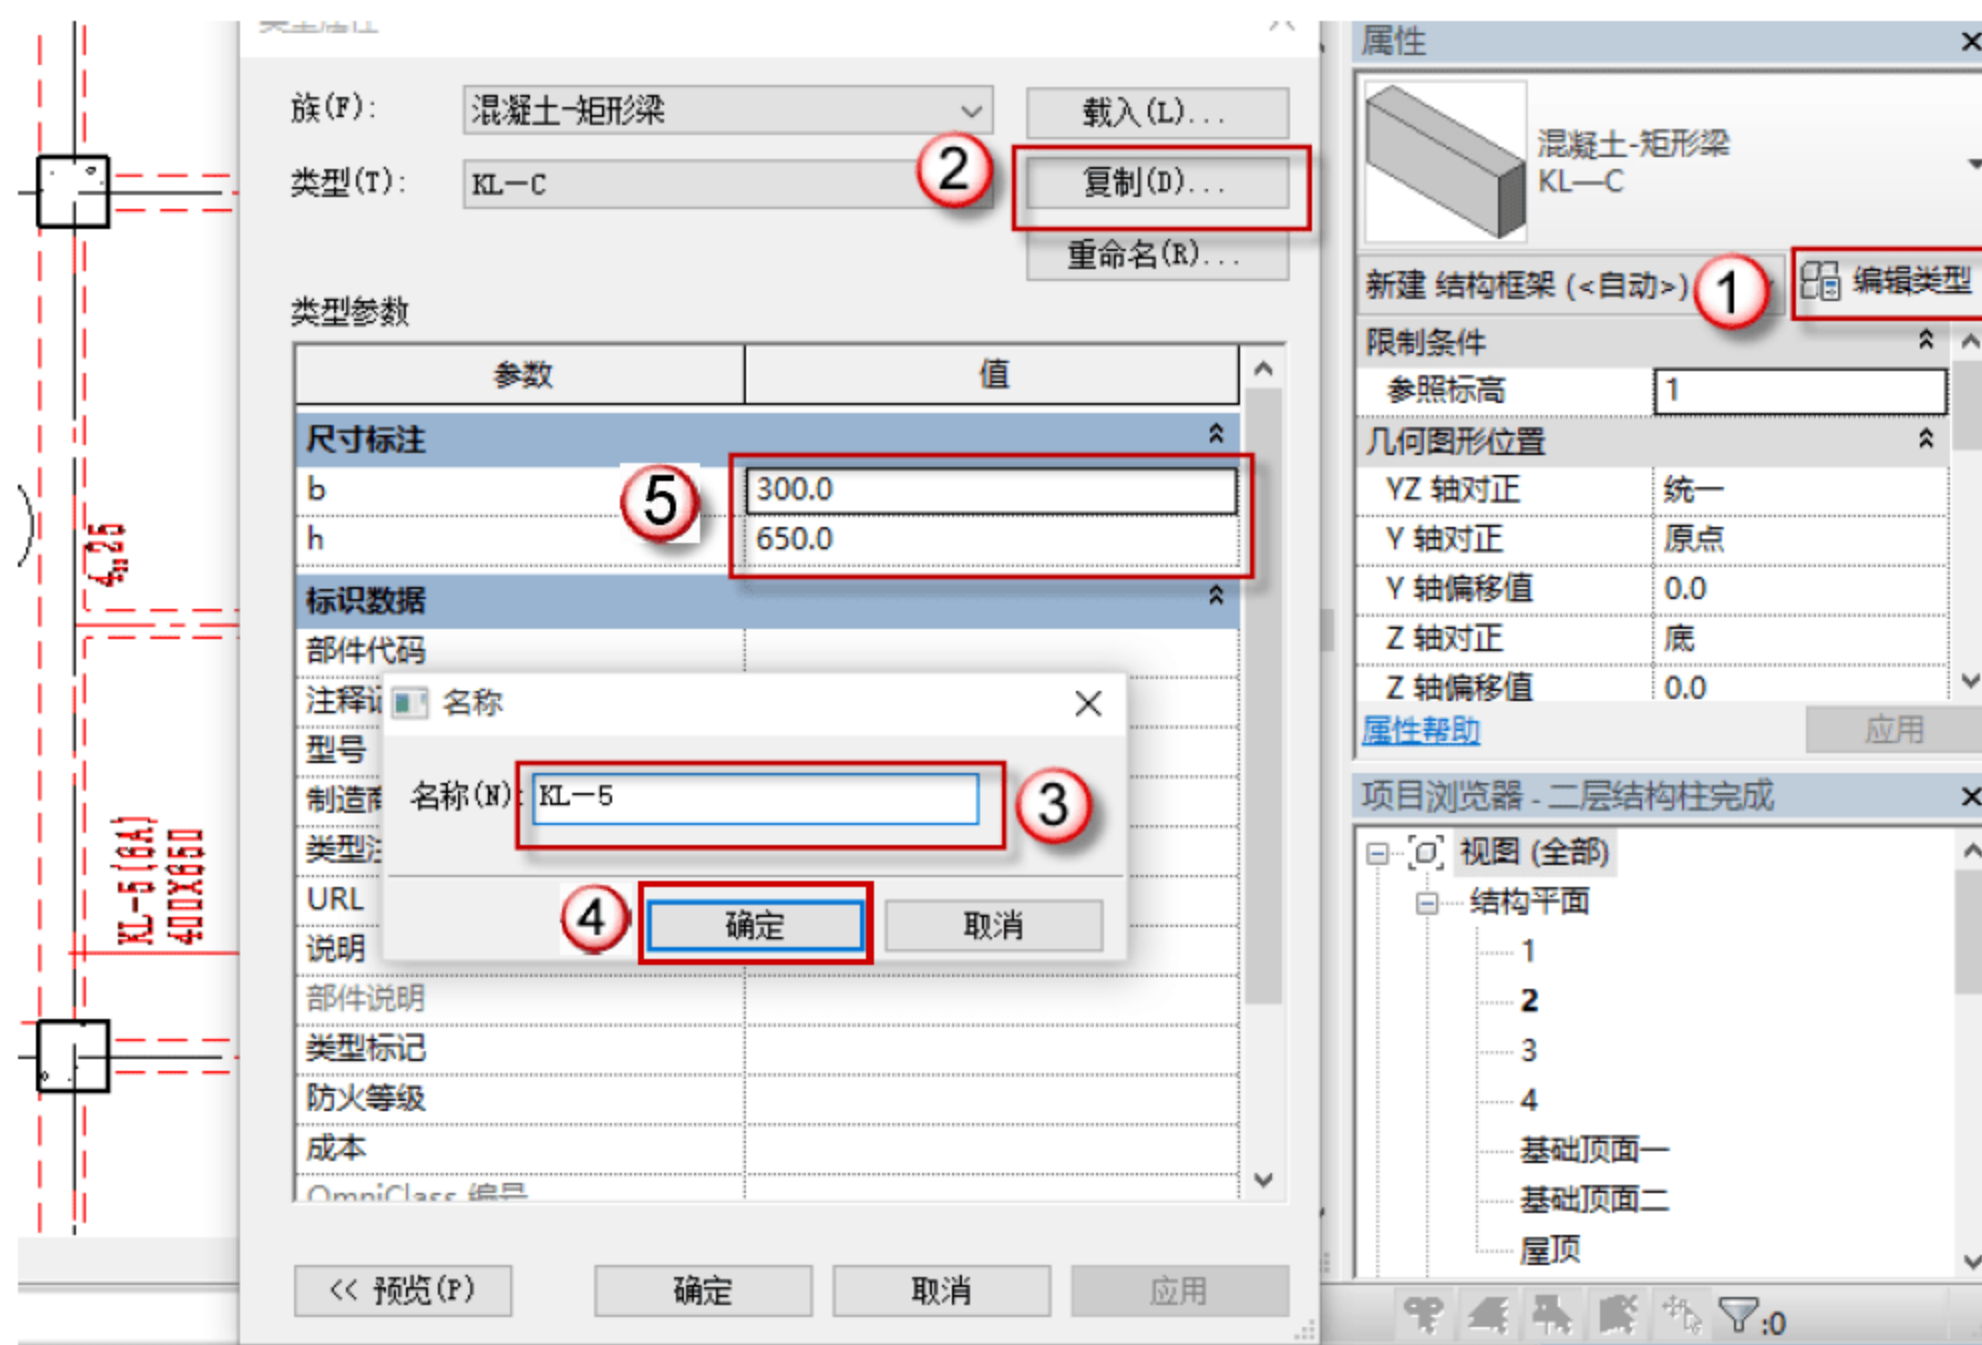

图 4.2.39 设置 KL-5 参数
- (14) 设置矩形梁 KL-5 参数，按快捷键 B+M，出现绘制的界面，单击“编辑类型”按钮，在弹出的对话框中单击“复制”按钮，再在弹出的对话框中命名新的族 KL-5，单击“确定”按钮。在“尺寸标注”栏设置参数，如图 4.2.39 所示。